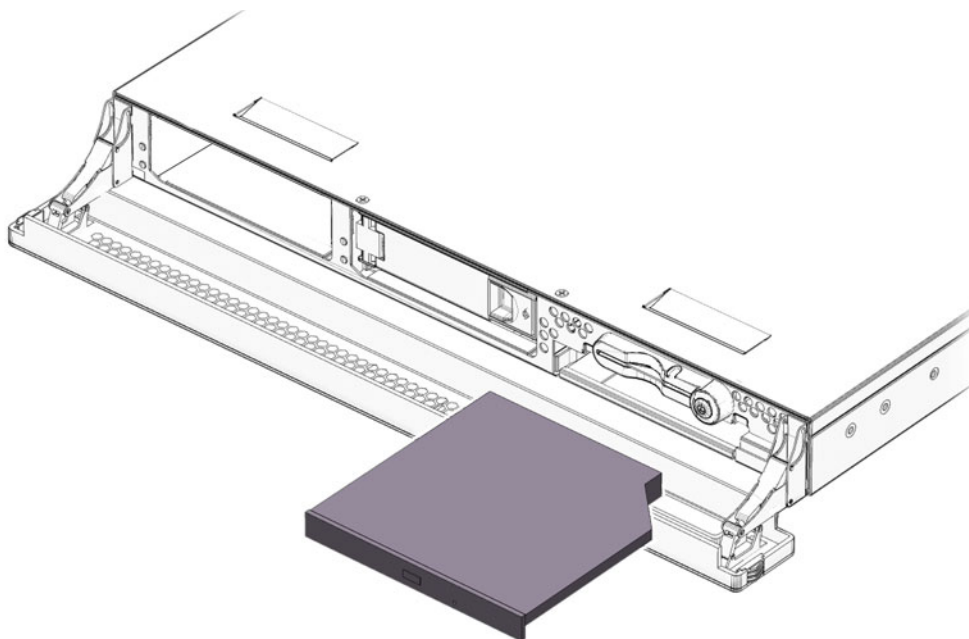

図 2-4 DVD ドライブの取り外し
8. DVD ドライブをシャーシに固定している留め具を外します (図 2-4)。